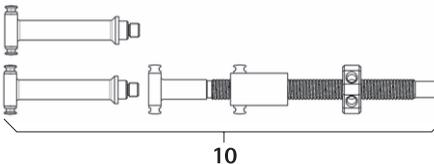

Fig. 15
- ▶ Montar o fuso distractor **10**, ver Fig. 15.